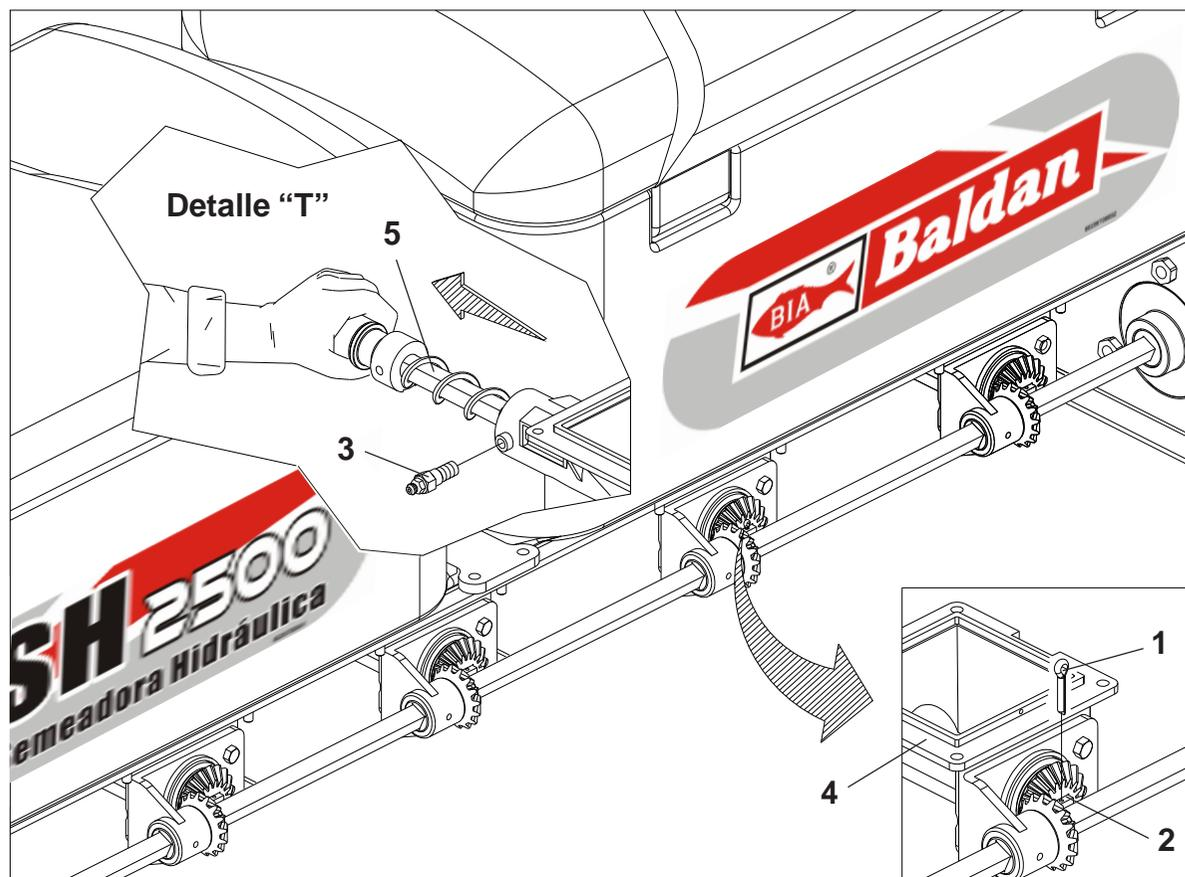

FIGURA 36
SISTEMA DE ABONO (FIGURA 36)
- Suelte el contraperno (1) del eje (2) y el tornillo (3) do sistema distribuidor (4). Enseguida, tire el eje (5) por detrás, conforme el **detalle "T"**, FIGURA 36.